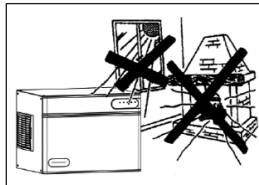
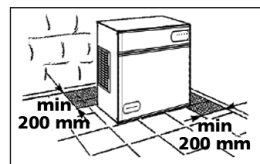

Fig 2.
Fig 3.
e) La machine est éloignée de toute source de chaleur et se trouve dans un endroit bien aéré. Prévoir un espace de 20cm au minimum sur les 2 côtés et à l'arrière. (Fig 2, Fig 3).